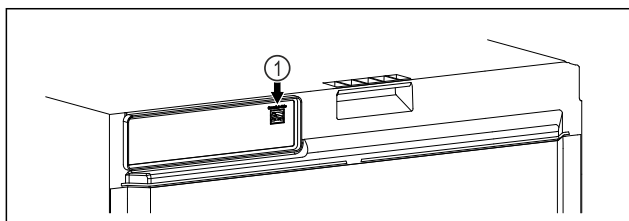

Fig. 141
- SmartModule Fig. 141 (1) este instalat.